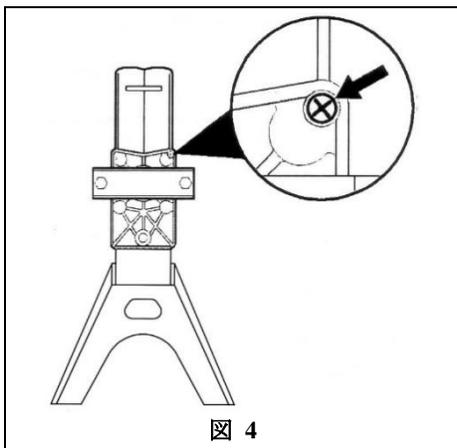

図 4
ウッドボーイには、オイルタンク内の気圧を一定に(大気圧と等しく)するために、図 4 に示す位置にエアーベント(空気穴)があります。
- 薪割り作業をするときはフレームのエッジ側端面にあるエアーベントスクリュー(図 4 参照)を 3~4 回転弛めます。
- 運搬するときは油漏れ防止のためエアーベントスクリュー(図 4 参照)を軽く締め付けておきます。